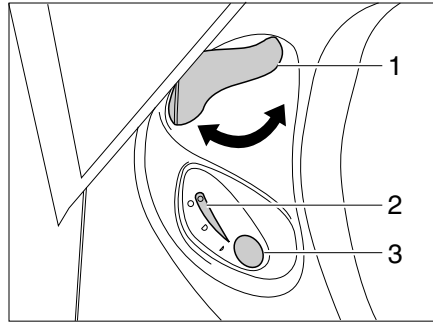

Bild 238 Bedieneinheit Thetford-Toilette
- Vor dem Spülen den Schieber der Thetford-Toilette öffnen. Dazu den Schieberhebel (Bild 238,1) entgegen dem Uhrzeigersinn drehen.
- Zum Spülen den blauen Spülknopf (Bild 238,3) drücken.
- Nach dem Spülen den Schieber schließen. Dazu den Schieberhebel (Bild 238,1) im Uhrzeigersinn drehen.
Die Kontroll-Leuchte (Bild 238,2) leuchtet, wenn die Thetford-Kassette entleert werden muss.
- Den Schieberhebel (Bild 238,1) im Uhrzeigersinn drehen. Der Schieber wird geschlossen. Zum Entleeren **muss** in der Thetford-Toilette der Schieber geschlossen sein.